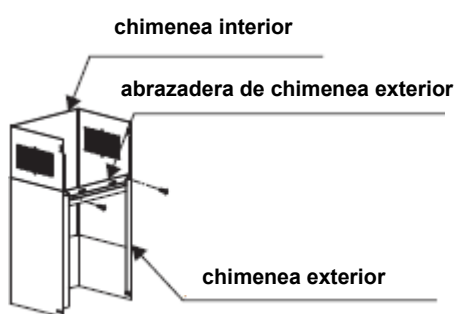

Fig. 5
6. Instale el soporte de la chimenea exterior en la chimenea exterior con 2 tornillos ST4x8 mm, aquí debe asegurarse de que la chimenea interior se puede flexionar libremente. Ver Fig. 5.